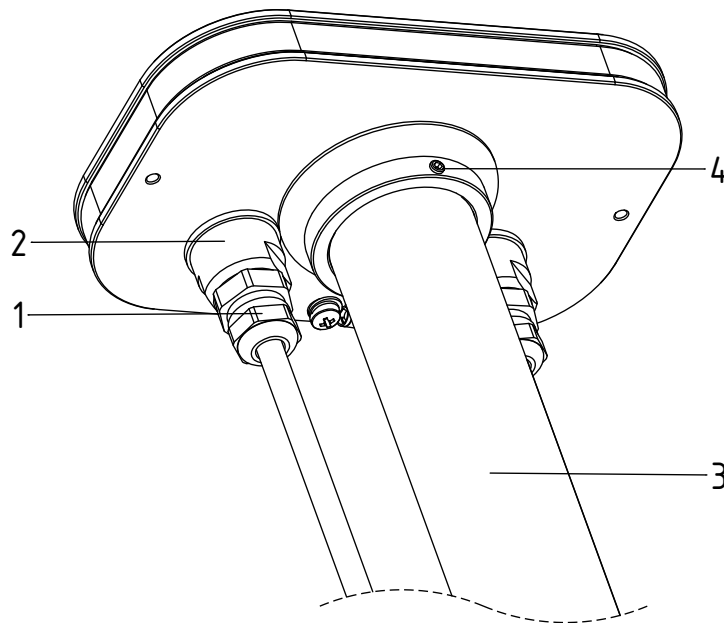

Fig. 6:
(voir chapitre 3.4.2 "Remplacement des batteries \(Fig. 6\) / Élimination des batteries", page 17).
- Les batteries ne peuvent être remplacées que si l'on s'assure qu'il n'y a pas d'atmosphère explosive à ce moment-là (voir chapitre 3.4.2 "Remplacement des batteries \(Fig. 6\) / Élimination des batteries", page 17).
- Une liaison équipotentielle (PA) est à réaliser de long du déroulement entier du circuit électrique de mesure (voir chapitre 4 "Fonctionnement", page 22).
- Pour connecter le câble, desserrer d'abord l'écrou-raccord (1) du raccord vissé, puis dévisser l'adaptateur avec le presse-étoupe à vis (2) (conformément à Fig. 6).
### 3.4.2 Remplacement des batteries (Fig. 6) / Élimination des batteries